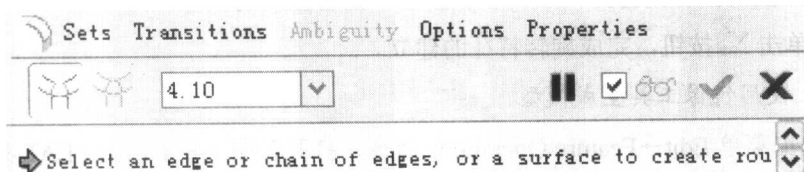

图 1-11
- (1) 单击工作区左侧工具栏中的圆角工具按钮 ，打开圆角特征面板，如图 1-11 所示。